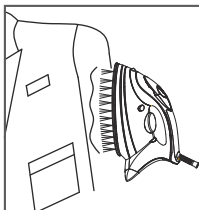

Рис.6
3. Держите утюг в вертикальном положении, как показано на Рис.6, затем нажмите кнопку подачи пара, и вертикальный пар будет поступать через отверстия, расположенные на подошве утюга.